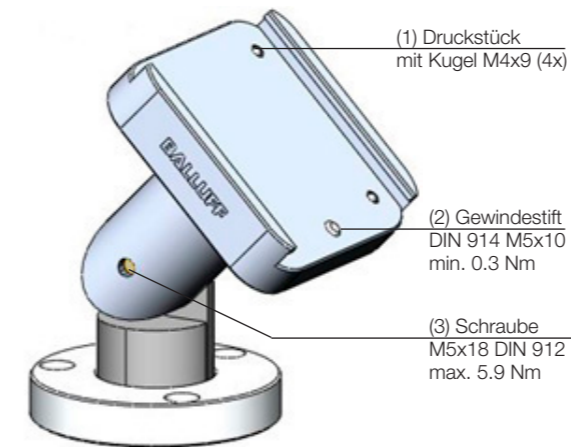

Bild 3: Justierelemente
- Die Einheit auf die Platte des oberen Gelenkstücks schieben. Falls die Einheit nur schwer einzuschieben ist oder zu locker sitzt, die vier Druckstücke (1) nachjustieren.
- Sobald die Einheit richtig eingesetzt ist, zur Sicherung den Gewindestift (2) anziehen.
- Zum Schwenken des Montagesystems die Schraube (3) lockern. Beim Festziehen das max. Anzugsdrehmoment beachten (Bild 3).